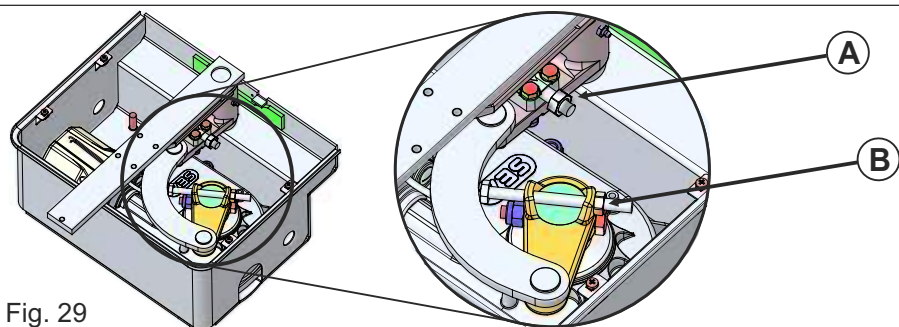

Fig. 29
**7.1. FINAL DE CARRERA ABERTURA:** Para ajustarlo, llevar la hoja a la posición totalmente abierta y ajustar el tornillo «A», aumentando o disminuyendo el apriete mediante el bulón (Fig. 29)
**7.2. FINAL DE CARRERA CIERRE:** Para ajustarlo, llevar la hoja a la posición totalmente cerrada y ajustar el tornillo «A», aumentando o disminuyendo el apriete mediante el bulón (Fig. 29)